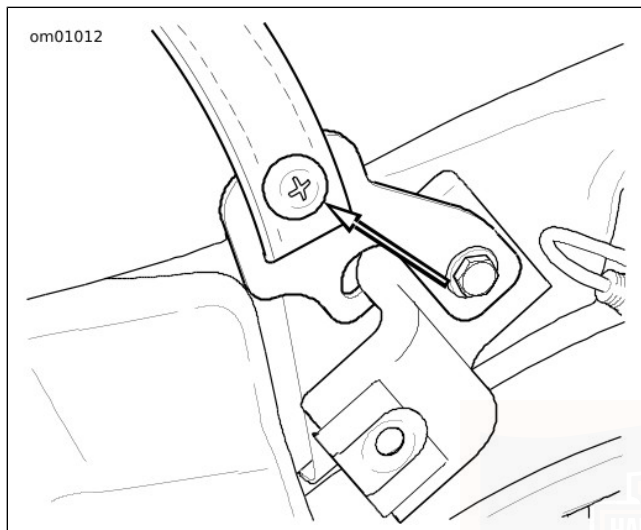

Figure 79. Vis de support de sangle de selle (typique)
3. Voir Figure 79. Retirer la fixation du support de sangle de siège.
7. Voir Figure 79. Installer l'extrémité de la sangle de siège dans la fente du support. Monter la pièce de fixation du support de sangle de siège. Serrer à un couple de 5,4–8,1 N·m (48–72 **in-lbs**).